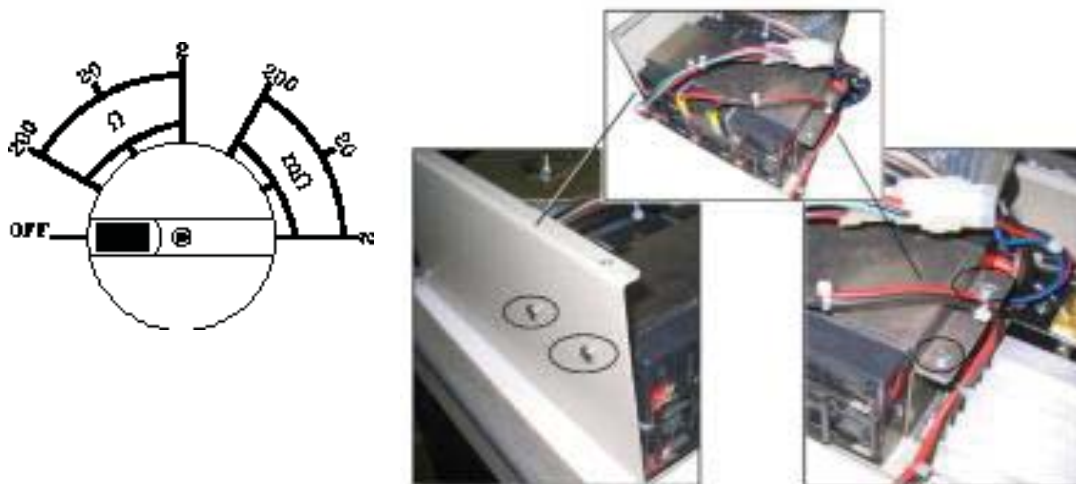

Рис. 5.1. Снятие аккумулятора
6. Закройте прибор в последовательности, обратной показанной на рис. 5.1. При необходимости зарядите новый аккумулятор в течение 10 часов.
2. Извлеките прибор из футляра, как показано на рис.5.1.